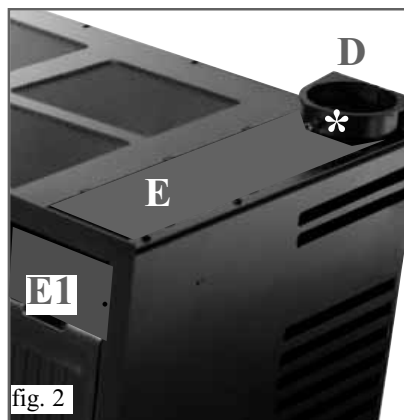

fig. 2
POSIBLES INSTALACIONES (fig. 2)
- Instalar y fijar con tacos la placa de apoyo (B) en la posición definitiva donde se colocará el insertable.
- Posicionar y fijar (con los pernos suministrados) el estribo (C) de centrado del trozo de canal de humo (A).
- Calzar el trozo de canal de humo en el anillo (D) del estribo (C) apoyándolo en el tornillo (*) fig 2).
- Sacar el tornillo de apoyo (*) y acoplar el canal de humo en la boca de salida de humos (F), bloqueándolo con el tornillo (°).
- La operación se realiza trabajando en la apertura (E) prevista en la tapa del insertable, después de haber quitado la placa (E1) fijada con 2 tornillos (ver fig. 2).